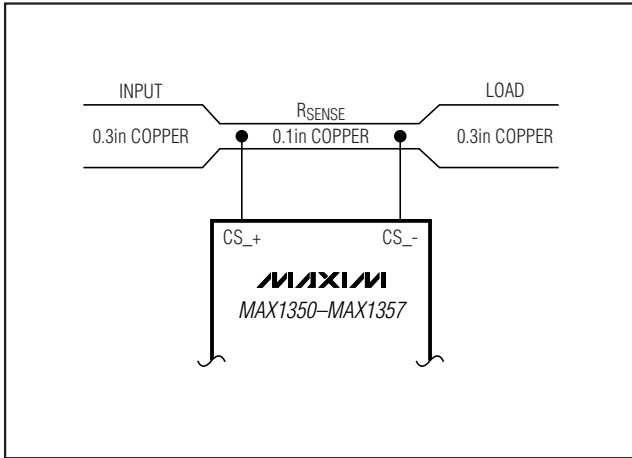
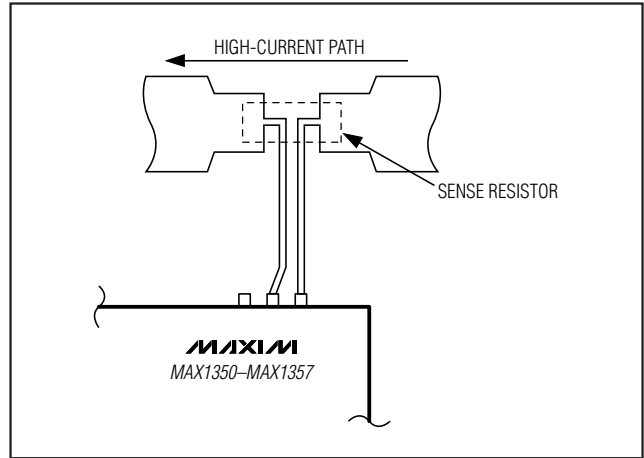

图3. 采用PCB走线构成 $R_{SENSE}$
图4. 检测电阻的Kelvin连接
5) 成本：如果 $R_{SENSE}$ 成本较高，可选用图3所示的替代方案。该方案采用PCB走线来构成检测电阻。由于铜电阻不够精确，必须通过一个电位器来调整满量程电流的输出值。而且，铜电阻的温度系数相对较大(约为 $0.4\%/^{\circ}\text{C}$ )。
图3中，假定被测负载电流为10A，采用0.3in宽、2oz铜走线。0.1in宽、2oz (70 $\mu\text{m}$ 厚)铜线的电阻为 $30\text{m}\Omega/\text{ft}$ 。对于10A电流，相应产生满量程50mV电压跌落，应选择 $R_{SENSE} = 5\text{m}\Omega$ 。该电阻需要约2in长、0.1in宽的铜走线。
采用低阻值检测电阻，MAX1350-MAX1357可进行大电流测量，检测电阻可并联以进一步提高电流检测范围(参见图3)。作为替代方案，PCB走线可在较大范围内调整。最大程度地减小走线长度，并采用Kelvin连接以确保精确检测(参见图4)。